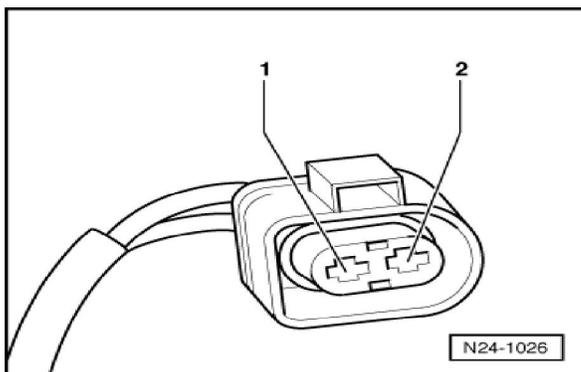

Fig.28 Conector de electroválvula de inyección de aire secundario
- Si no destella revisa contra interrupción el cable entre el conector correspondiente de la UCE de motor y el conector doble de la electroválvula (fig.28). Ve la siguiente gráfica.